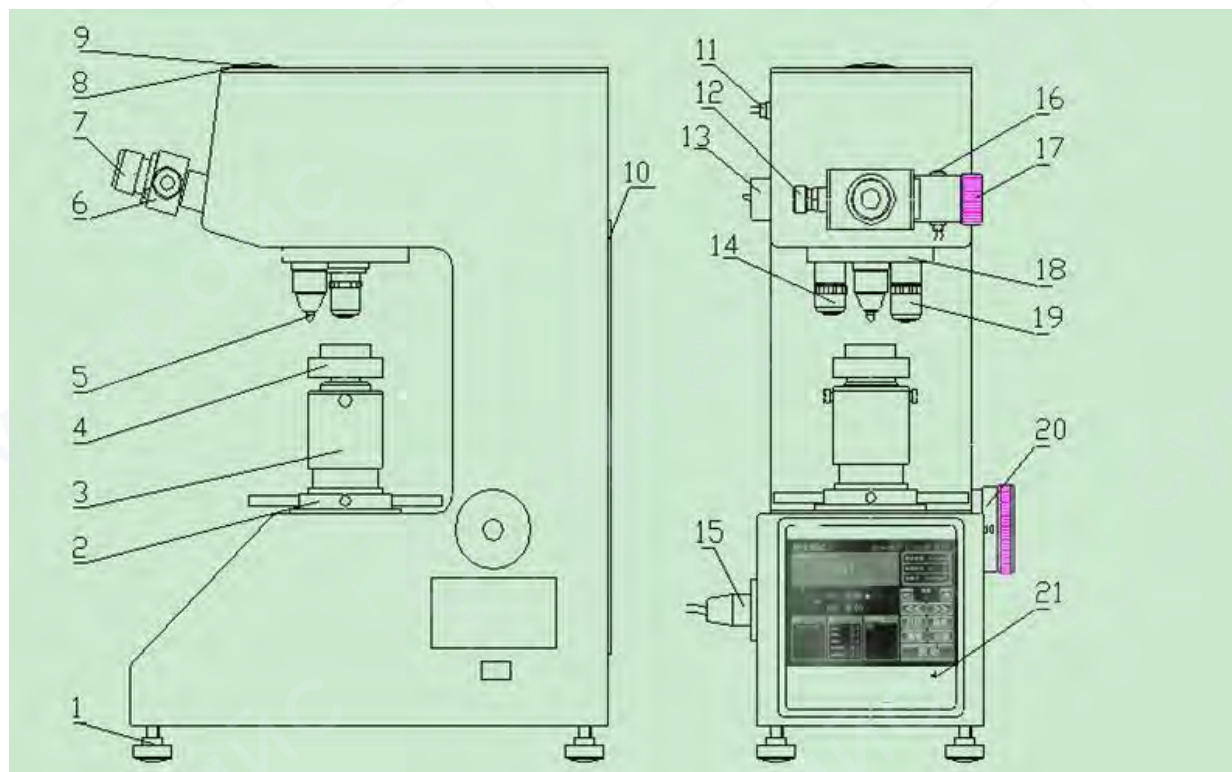

Рис. 2 – Внешний вид основного блока твердомера и наименования его частей
2.4. Извлеките регулировочный винт (1) из коробки с принадлежностями, вверните его в нижнюю часть корпуса (см. рис. 2) и отрегулируйте положение по уровню.